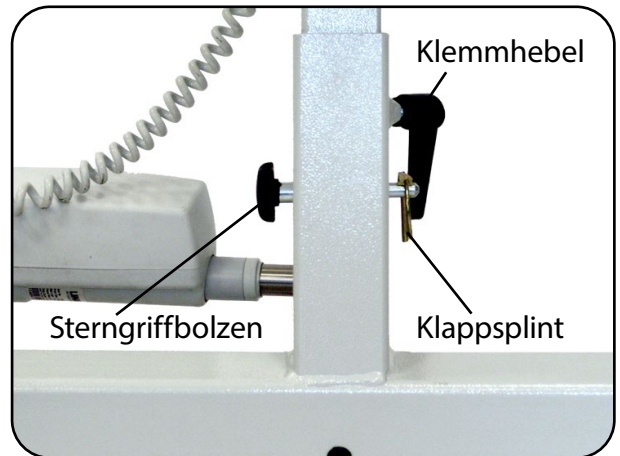

Abb. 6.2.04 - Standmast sichern
6. Heben Sie den Standmast etwas an und bringen Sie die Bohrung des Fahrgestells mit der Bohrung im Standmast deckungsgleich übereinander. Sichern Sie den Standmast durch einstecken des Sterngriffbolzens (Abb. 6.2.04).
8. Ziehen Sie den Klemmhebel zur Fixierung des Standmastes fest (Abb. 6.2.04).